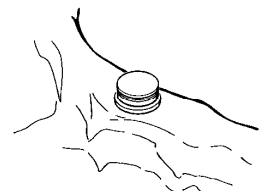

Fig. 6
2. Colocar el "Aro Blanco Espaciador LOCATOR" encima de la cabeza de cada Hembra LOCATOR" (Fig.6) El espaciador se utiliza para proteger la superficie inmediata que rodea al "Pilar LOCATOR". El espacio creado permitirá la completa función resellante y de rotación de la capsula de metal sobre el macho de nylon.